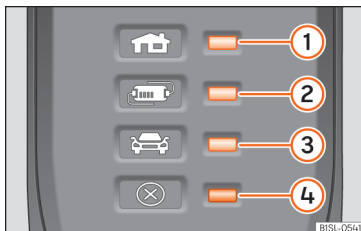

Fig. 65 Al cable de càrrega per a preses de corrent: Indicadors de control al dispositiu de protecció.
» » fig. 65:
El dispositiu electrònic de protecció » » fig. 65 fa que el connector de càrrega romangui sense corrent fins que es connecta a la presa de càrrega del vehicle.
Un o diversos indicadors de control » » fig. 65 ①, ② o ③ s'il·luminen de color verd.
Indicació » » fig. 65	significat
①, ④ parpellegen	El connector per a l'habitatge s'ha escalfat molt.
②, ④ parpellegen	El dispositiu de protecció s'ha escalfat molt.
Si el procés de càrrega continua amb un corrent inferior, a més de l'indicador de funcionament, parpelleja l'indicador d'avertiment » » fig. 65 ④ de color vermell.
- Si es torna a produir una desconexió o reducció del corrent de càrrega i la causa no sembla ser l'exposició a una font de calor externa, fixeu-vos en quin indicador de control verd parpelleja >>> **fig. 65**. Per comprovar el cable de càrrega, acudiu a un concessionari SEAT. Per a la comprovació de la connexió de la infraestructura, aneu a un establiment especialitzat en instal·lacions elèctriques.
Si l'indicador d'avertiment **④** vermell parpelleja o s'encén sense que s'encengui al seu torn de manera permanent un indicador de control >>> **fig. 65** **①**, **②** o **③** l'indicador de funcionament, hi ha una avaría.
Indicació >>> fig. 65	significat